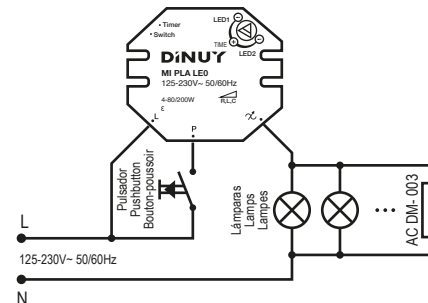

Fig. 4
**** Dans le cas où vous donnez ordre d'extinction et que la lampe LED 230V reste légèrement allumée, il sera nécessaire de placer l'accessoire AC DM-003 (inclus avec le produit) en parallèle à l'une des lampes, comme sur le schéma Fig. 4.**
**** NOTE: In the event that, after a switch-off command, the 230V LED lamp remains slightly on, or, after a switch-on command, it takes some time to turn-on, it will be necessary to place the accessory AC DM-003 (included with the product) in parallel to one of the lamps, according to the diagram Fig. 4.**
**** NOTA: En caso de que, tras una orden de apagado, la lámpara LED 230V se quede ligeramente encendida, o, tras una orden de encendido, tarde en encenderse algún tiempo, será necesario colocar el accesorio AC DM-003 (incluido con el producto) en paralelo a una de las lámparas, de acuerdo al esquema Fig. 4.**